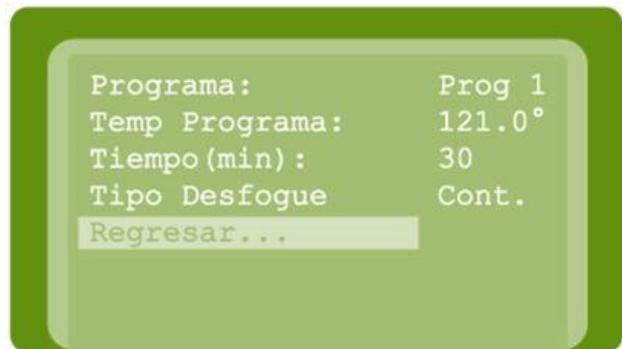

Figura 8
10. Para regresar a la pantalla de inicio, pulse la tecla **DECREMENTAR**, hasta al reglón de la leyenda “Regresar...” y pulse **ENTER** (Figura 8).